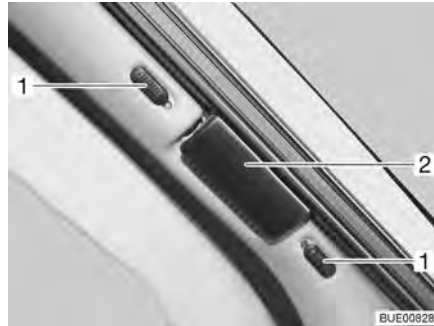

Fig. 22 Estor plegable para la luna delantera
- Empujar ambas mitades del estor plegable para la luna delantera en el tirador (Fig. 22,2) hacia afuera, hasta el tope.
- Empujar los botones de bloqueo (Fig. 22,1) hacia abajo o hacia arriba. Cuando se vea el punto rojo, estará abierto el bloqueo.